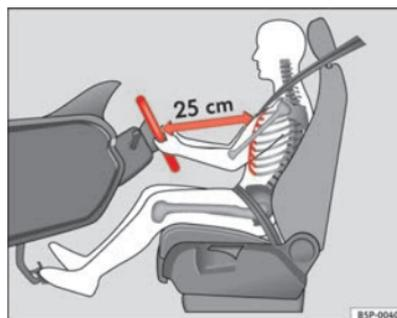

Abb. 134 Die richtige Sitzposition des Fahrers
- Stellen Sie das Lenkrad so ein, bis die gewünschte Einstellung erreicht ist  $\Rightarrow$  Abb. 134.
- Stellen Sie den Fahrersitz oder das Lenkrad so ein, dass der Abstand zwischen Lenkrad und Brustbein mindestens 25 cm beträgt → Seite 178, Abb. 134. Wenn Sie den Mindestabstand nicht einhalten, kann Sie das Airbag-System nicht schützen – Lebensgefahr!